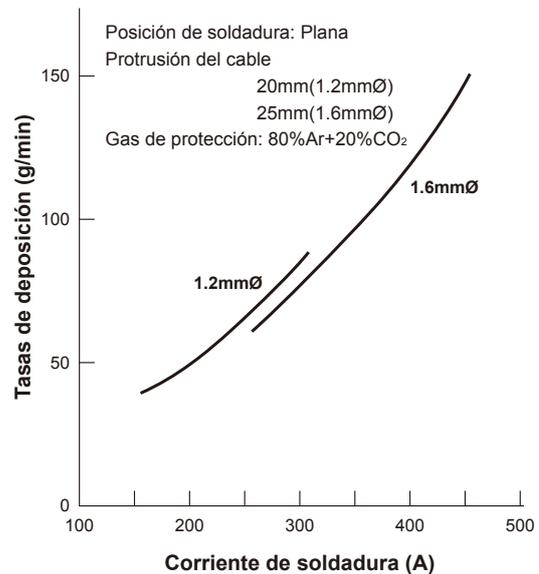

Fig. 2 — Típicas tasas de deposición del FAMILIARC™ DW-A50 como una función de corrientes de soldadura
- (2) Eficiencia de deposición (87-90%) y tasas de deposición más altas debido a mayor rendimiento del metal depositado con menos pérdida de salpicaduras. La Fig. 2 muestra las típicas tasas de deposición del FAMILIARC™ DW-A50.